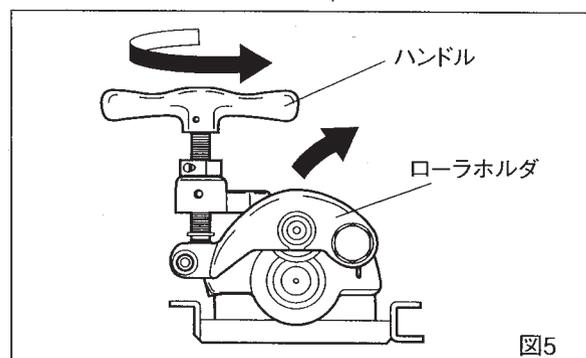

図5
- ハンドルを左に回しローラホルダをいっぱいまで上昇させます。(図5)